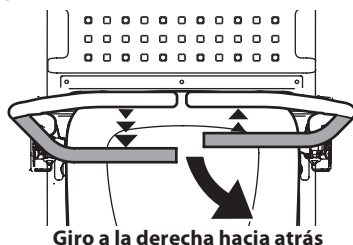

Figura 26
2. Para girar a la derecha mientras se desplaza marcha atrás, mueva la palanca de control del lado derecho hacia adelante respecto de la palanca de control de la transmisión izquierda (Figura 26).